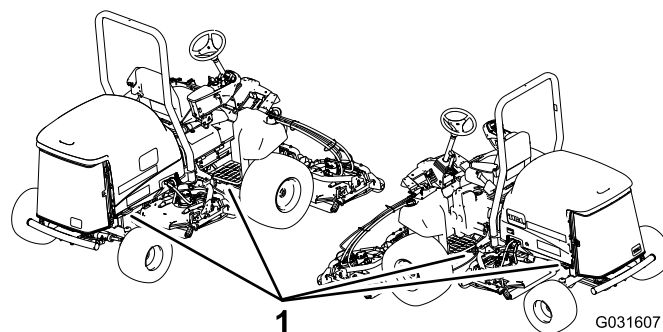

Figura 25
5. Utilizzate gli anelli di ancoraggio metallici sulla macchina (Figura 25) per fissare saldamente la macchina al rimorchio o all'autocarro per mezzo di cinghie, catene, cavi o corde.